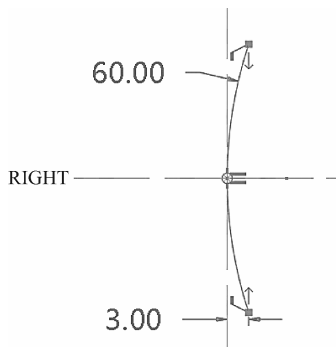
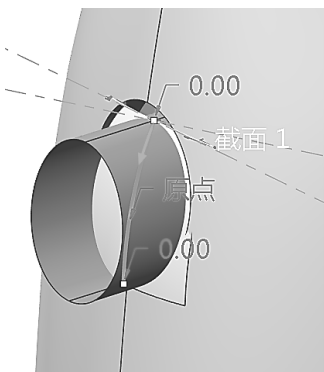

图 7-81 扫描截面草绘
图 7-82 曲面“扫描 3”
(7) 参考步骤 6 的分步骤 (3), 单击   , 选择草绘 11 作为扫描轨迹。单击  进入草绘环境, 使用  弧工具绘制截面, 如图 7-81 所示, 单击  按钮, 完成曲面“扫描 3”, 如图 7-82 所示。